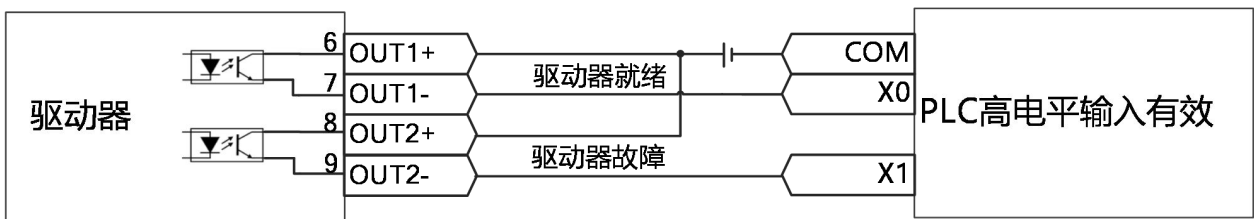

图 3-4 输出 PNP 接线图
- 图 3-3 输出为 NPN 接线方式，PNP 接线方式如图 3-4 所示。